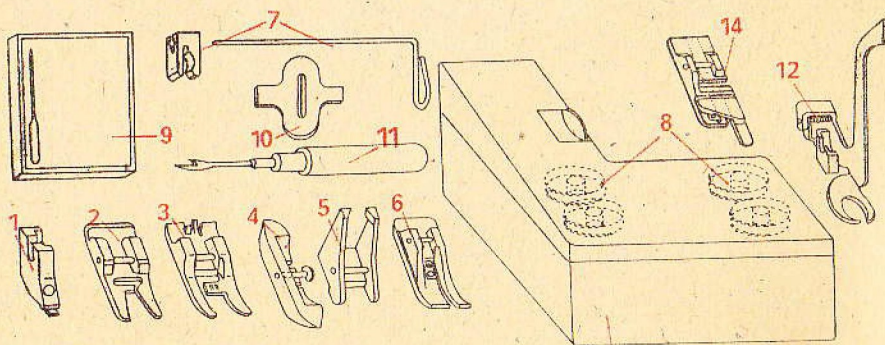

Abb. 5 Obr. 5 5. ábra
3. Das Zubehör (Abb. 5) ★ Příslušenství (Obr. 5) ★ A tartozékok (5. ábra)